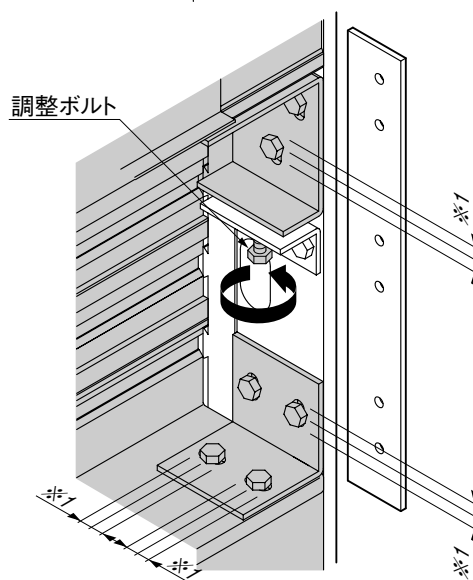

図4-3
- ① 側壁右と側壁左に4-⑭を取付けてください。
- ② 側壁右と側壁左を立てて、前面パネルを4-①で仮固定してください。前面パネルの調整方法は図4-3を参照してください。
- レベルの調整方法は「4. 前面パネル仮取付け」の図4-3を参照してください。
- ① 側壁のベースプレート部分からコンクリートに直径12.7mm深さ60mmの下穴をコンクリートドリルであけてください。
- ② 側壁右と側壁左を④-⑥、④-⑦でコンクリートに固定してください。
- ① 間口寸法ガイド材を④-⑤で間口ガイド材固定金具から取外してください。
- ② ④-⑤で側壁右と側壁左から間口ガイド材固定金具を取外してください。
- ③ 基礎コンクリートを下地材の下まで打設してください。(表9-1参照)